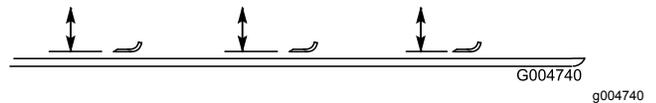

Figura 109
2. Ruotate la lama fino a quando le estremità non sono rivolte in avanti e indietro e misurate la distanza tra l'interno del piatto di taglio e il tagliente sulla parte anteriore della lama (Figura 109).